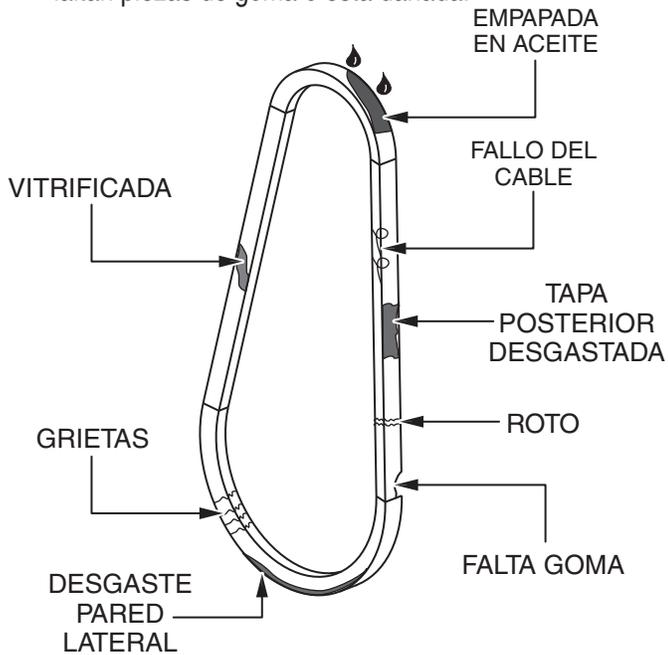

Figura 17. Inspección de la correa trapezoidal
1. Inspeccione la correa trapezoidal (Figura 17) para determinar si está deshilachada, pelada, agrietada, le faltan piezas de goma o está dañada.
2. Inspeccione la correa trapezoidal (Figura 17) para detectar si está empapada en aceite o *vidriosa* (una apariencia dura y brillante en los costados de la correa). Cualquiera de estas condiciones puede causar el sobrecalentamiento de la correa, que a su vez puede debilitar la correa y aumentar la posibilidad de rotura.